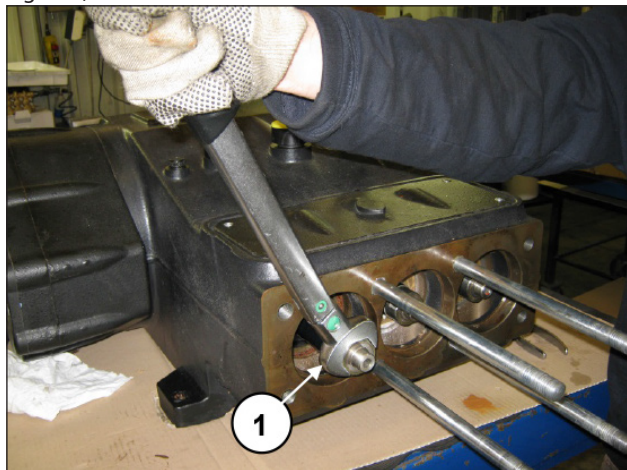

Fig. 125
Montare il distanziale pistone sulla pompa e serrare (pos. ①, Fig. 125).